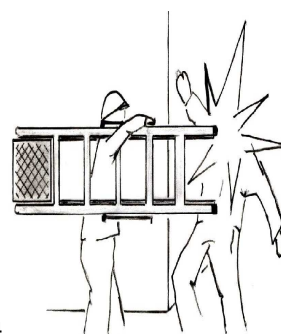

Fig.14
- movimentare la scala con cautela considerando la presenza di altre attività e persone nel trasporto a spalla occorre tenere la scala inclinata e mai in posizione orizzontale (Fig. 14 e 15) ;
- nel trasporto a spalla non inserire mai il braccio all' interno fra i gradini (Fig. 14 e 15) ;